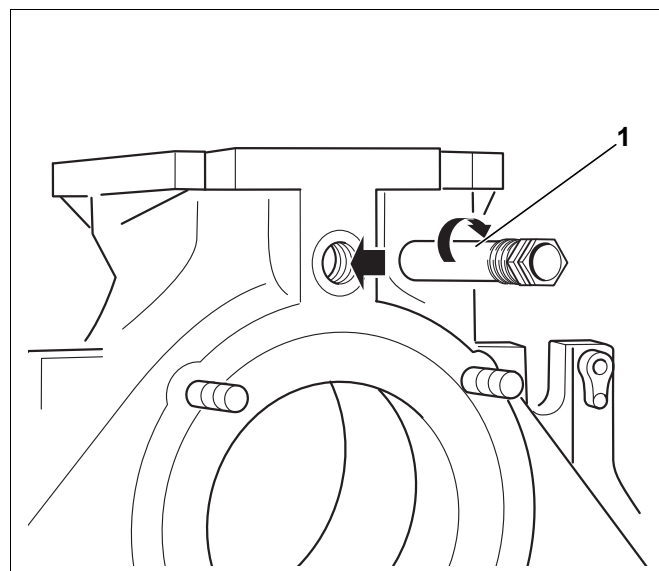

Рис. 25 Монтаж гильзы для датчиков
- ▶ Вставьте гильзу R $\frac{3}{4}$ (длина 110 мм) с задней стороны котла в резьбовое отверстие R $\frac{3}{4}$ на подключении подающей линии (рис. 25, [1]).